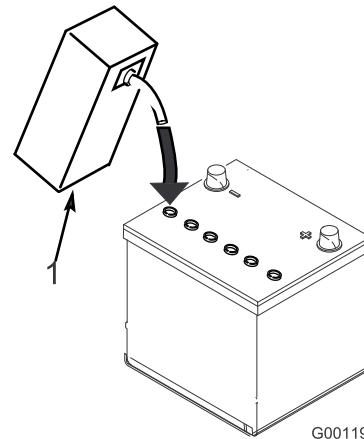

Figura 4
3. Riempite con cautela ciascun elemento di elettrolito finché le piastre non sono coperte con circa 6 mm di fluido (Figura 4).
4. Attendete circa 20 o 30 minuti perché le piastre assorbono l'elettrolito. All'occorrenza rabboccate finché l'elettrolito non è a 6 mm circa dalla base della tazza di riempimento (Figura 4).